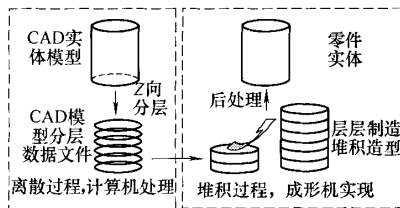

图 1 快速原型原理
(1) 离散 把三维 CAD 模型转化为快速原型系统能够接受的数据格式, 如 STL 文件, 运用离散软件将模型切成一系列指定厚度的薄片, 如图 1 所示。
(2) 扫描 通过数控装置控制激光或其他作业装